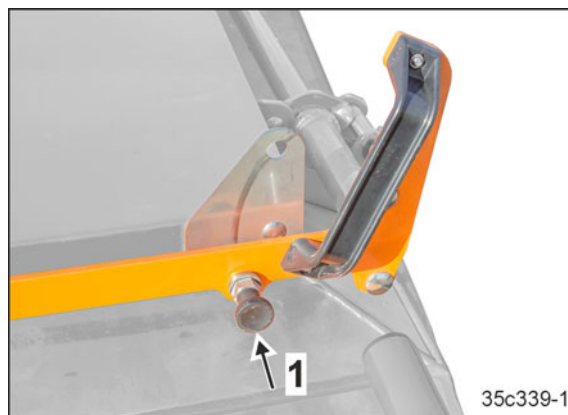

Bild 259
4. Kontrollera att den fjäderbelastade bulten hakar i (Bild 259/1).